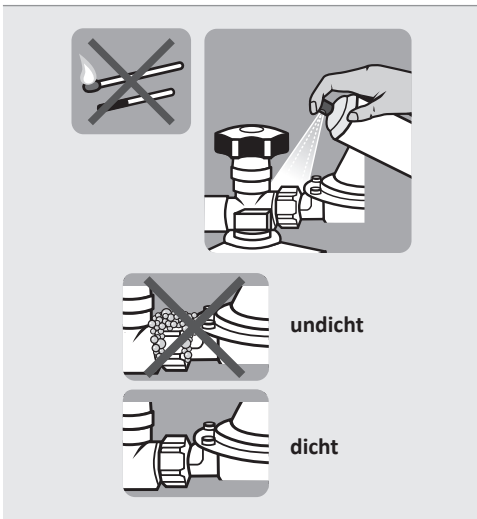

Abb.2: Dichtheitsprüfung
2. Besprühen Sie sämtliche Verbindungen vom Gashahn der Gasflasche bis zum Gasventil am Gerät mit dem Leckspray. **Alternativ:** Tragen Sie den Schaum mit einem Schwamm oder Pinsel auf. Achten Sie darauf, dass sämtliche Verbindungen vom Gashahn bis zum Gasventil am Gerät mit Schaum bedeckt sind. Dort wo sich Blasen bilden liegt eine Undichtheit vor (siehe Abb. 2).